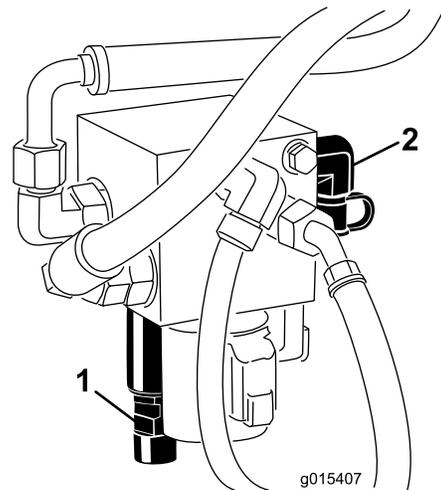

図 14
3. 昇降マニホールドの後部にあるテストポートに圧力計を接続する（図 14）。